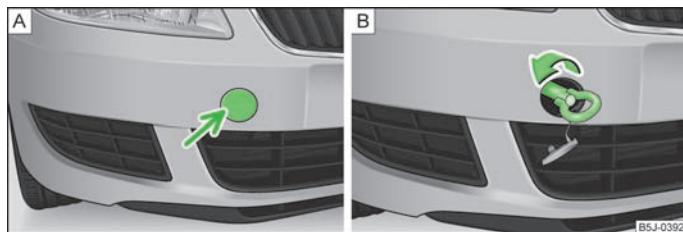

Fig. 140 Pára-choques dianteiro: capa / montagem do anel de reboque
- Pressione na metade esquerda da capa na zona da seta » Fig. 140 - A.
- Enrosque o anel de reboque manualmente para a esquerda até ao batente » Fig. 140 - B. Para o aperto, recomendamos que utilize, p. ex., a chave de rodas, o anel de reboque de outro veículo ou um objecto semelhante, que possa passar pelo anel.